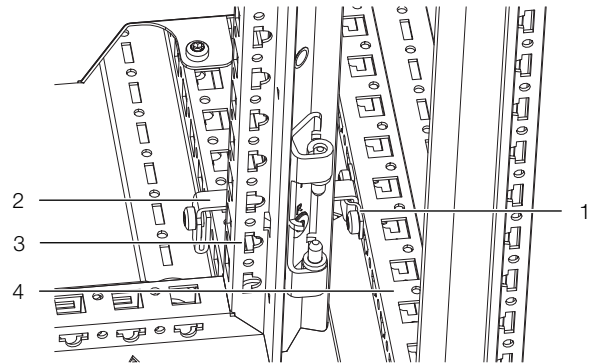

Abb. 39: Verbindungselement im hinteren Bereich VX/VX
- Montieren Sie ebenfalls vor dem Anreihen die für das Verbindungselement benötigte Lasche (Abb. 39, Pos. 1) am Serverschrank VX IT.
■ Setzen Sie dann im hinteren Bereich ein Verbindungselement (Abb. 39, Pos. 2) zwischen die Rahmen des LCP Inline Protruding und des Serverschranks ein.